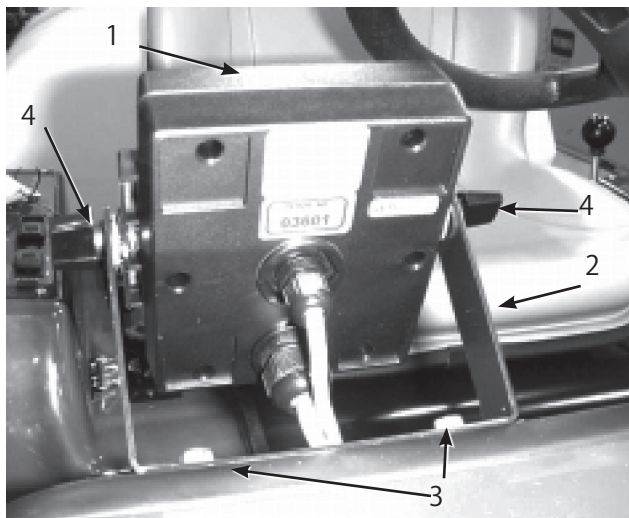

図3
1. モニタのブラケットをダッシュボードに取り付ける (図3: フランジヘッド・ボルト (1/4 x 3/4) 2本とフランジ・ナット (1/4) 2本を使用)。
2. キャリッジボルト、ゴム・ワッシャ、ノブ各2個を、図3および4のように仮止めする。
6. ブラケットにスプレープロを取り付け (図3)、ノブで固定する。